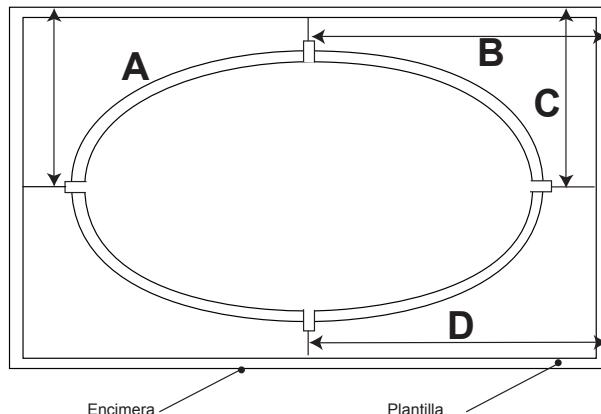

Figura 14 - Instancia de Medición
- Mida la distancia desde la pared u otro punto fijo hasta las líneas del centro (Figura 14).